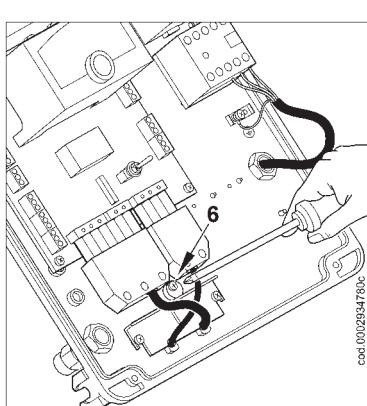

Рисунок 3
- 3) Поместите кабельный зажим, как указано на рис. 3. Поверните эксцентрик (6) так, чтобы пластиинка зажима оказала должное давление надва кабеля, теперь можно затянуть винты, фиксирующие пластиинку зажима. Наконец, соедините два разъёма 7-ми и 4-штырьковый.